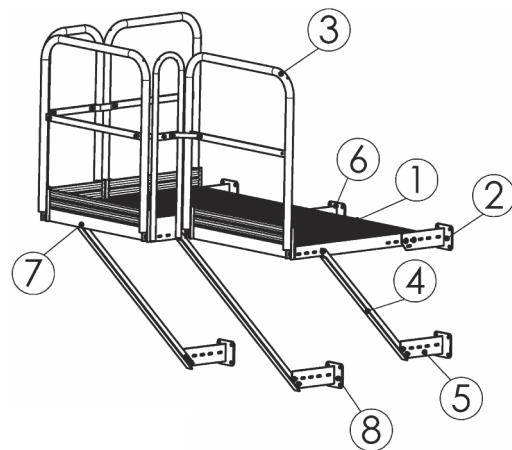
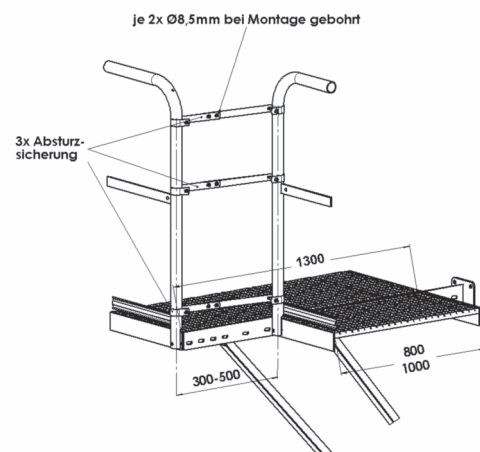

Abb. 8
Abb. 10
**2.2 Ergänzungspodest (Abb. 8)**
**2.2.1 Grundpodest und Ergänzungspodest haben unterschiedliche Tiefen (Abb. 8, Abb. 10)**
Die Podestrahmen werden mit der mittleren Abstützungsstrebe und Wandhalter miteinander verschraubt (Abb. 10).
Bei einem über Eck montierten Geländer ist ein Eckverbinder in der Höhe der Knieleiste zu montieren. Bei unterschiedlicher Podesttiefe ist die entstehende Lücke mit dem entsprechenden Geländer zu schließen (Abb.10). Die Geländerbögen werden mit den Schrauben direkt an das Podest angeschraubt. Die Langlöcher erlauben das Vermitteln des Geländerbogens zwischen den zu verbindenden Geländern. In Höhe der Knieleiste ist auf der Innen- und Außen-seite jeweils ein Geländereckverbinder zu montieren (Abb.10) .